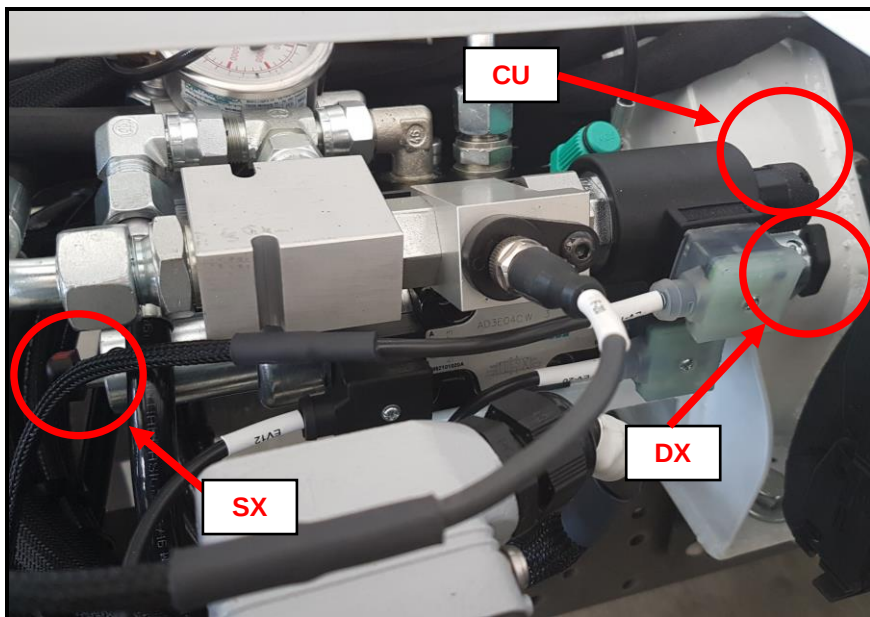

Figura 20 - gruppo elettrovalvola di scambio
- a macchina spenta l'operatore 1 dovrà quindi dirigersi nella postazione di Figura 20 (dietro la cassetta di comando degli stabilizzatori); noterà la manopolina DX del gruppo elettrovalvole di scambio e dovrà spiombarla ed avvitare.
- lo stesso operatore 2 dopo aver riportato la piattaforma in posizione di riposo, si dirigerà nuovamente in prossimità dell'elettrovalvola di scambio di **Figura 20** e avviterà il rubinetto idraulico del lato SX (può essere anche di fattura differente, una manopola nera) e spiomberà e avviterà il cursore CU;